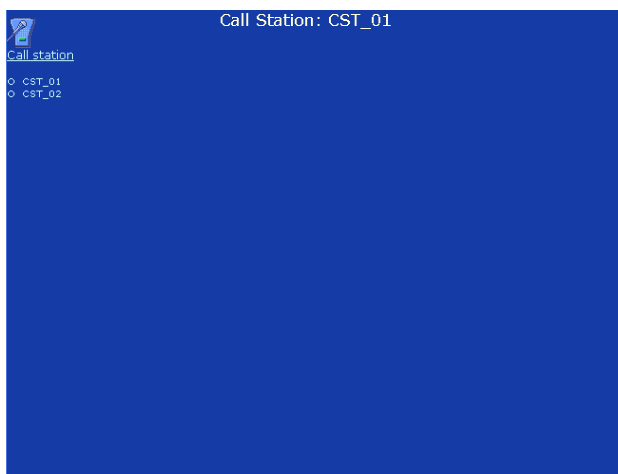

figura 32.15: Configurazione postazione annunci, passaggio 1
- 1 Andare a *Configure > Equipment configuration > Call station*. Nella cornice principale dell'interfaccia web, appare una schermata simile a quella in figura 32.15.